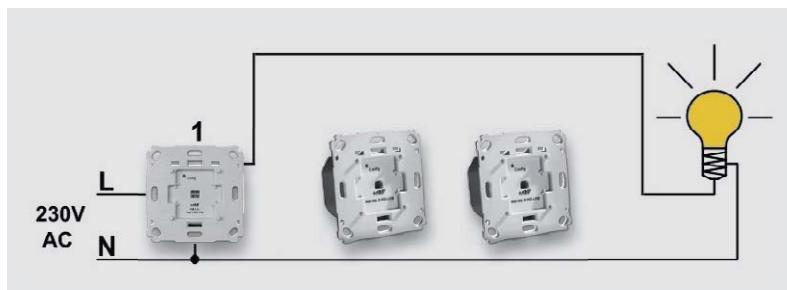

Bild 11: Kreuzschaltung mit Homematic Funk-Schaltaktor für Markenschalter und zwei Homematic Funk-Wandsendern, 2fach, für Markenschalter, Batteriebetrieb
Lösung 2: Der netzversorgte Wechselrichter (1 in Bild 11) wird durch den Funk-Schaltaktor für Markenschalter, Unterputz (2) ersetzt. Phase „L“ und Neutralleiter „N“ müssen permanent vorhanden sein. Zudem wird eine der korrespondierenden Leitungen als Schaltdraht festgelegt und mit dem Schaltausgang des Funk-Schaltaktors verbunden. Die andere korrespondierende Leitung wird isoliert „totgelegt“. Es ist erforderlich, die am Schaltaktor angeschlossene korrespondierende Leitung nun bis zum Lampendraht durchzuverdrahten (Farbgleichheit beachten!). Wechselschalter (3) sowie Kreuzschalter (2) werden aus der bestehenden Elektroinstallation entfernt und durch einen Homematic Funk-Wandsender, 2fach, für Markenschalter, Batteriebetrieb (4) ersetzt.